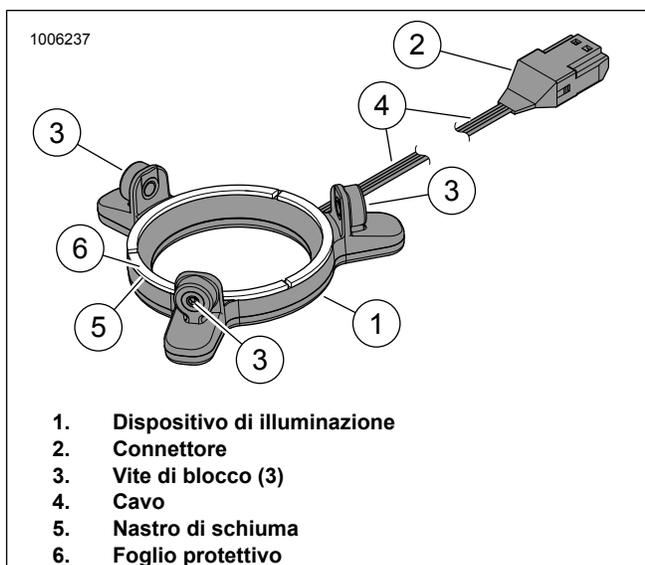

Figura 25. Luce LED, altoparlante rotondo Stage II
7. Vedere la figura 25. Rimuovere il foglio protettivo (6) dal nastro di schiuma (5) sul retro del dispositivo di illuminazione (1).